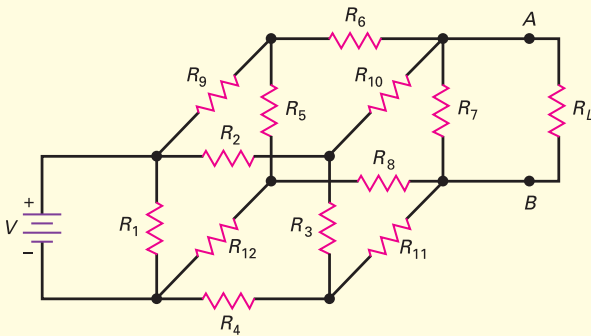

Figure 1.21
- 1.28** Dans un laboratoire vous regardez un circuit identique à celui de la figure 1.21. Quelqu'un vous met au défi de trouver la tension et la résistance du circuit de Thévenin associé à la résistance de charge R_L . Décrivez la procédure expérimentale pour déterminer ces deux grandeurs.